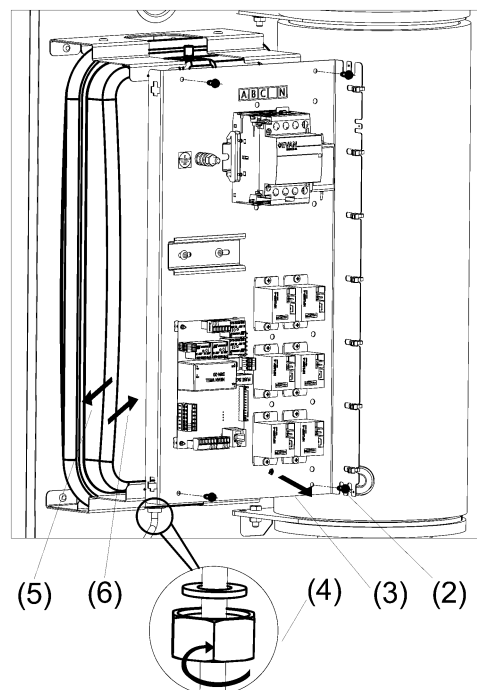

Рисунок 12. Замена расширительного бака
- (2) Открутите четыре самореза (см. рис. 12).
- (3) Снимите и уберите панель силовую с электрокомпонетами в сторону;
- (4) Открутите накидную гайку, соединяющую бак и трубопровод подачи теплоносителя.
- (5) Извлеките бак из корпуса котла.
- (6) Установите новый бак взамен прежнего, используйте новую уплотнительную прокладку для накидной гайки.
- (7) Проверьте давление воздуха в расширительном баке. Давление воздуха должно быть в диапазоне $(1,0 \div 1,5)$ bar. При необходимости отрегулируйте давление до нормы.
- (8) Закрутите накидную гайку соединяющую напорный трубопровод подачи и бак. Выполните проверку герметичности соединения.
- (9) Установите панель силовую на штатное место.
- (10) Подсоедините провода к электрокомпонетам расположенных на панели силовой.